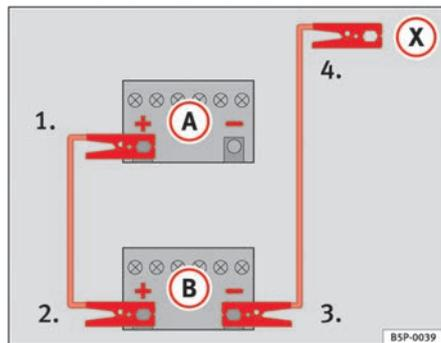

Fig. 225 Esquema de ligação dos cabos auxiliares do arranque
Na ⇒ fig. 225 (A) está representada a bateria descarregada e em (B) a bateria com carga.
1. Ligar uma extremidade do cabo auxiliar de arranque vermelho ao terminal positivo ⇒ fig. 225 (+) do veículo com a bateria descarregada ⇒ ⚠.
4. Ligue a outra extremidade do cabo preto (X) a uma peça maciça fixa ao bloco do motor, ou ao próprio bloco do motor do veículo com a bateria descarregada, mas não nas proximidades da bateria ⇒ ⚠.